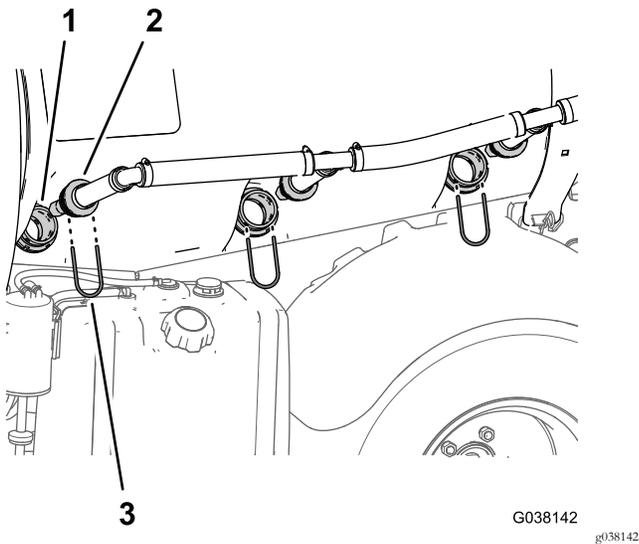

Bild 20
1. Nehmen Sie die drei Halter ab, mit denen die Rührwerkdüsen an den Schottanschlussstücken an der linken Seite des Sprühbehälters befestigt sind (Bild 20).
- 2. Nehmen Sie die Rührwerkdüsen von den Schottanschlusstücken ab (Bild 20).